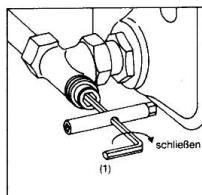

Bild 1
2. Ventilegel mit dem Sechskantschlüssel SW 6 (1) durch Rechtsdrehen schließen (Bild 1).
2. Ventilegel mit Sechskantschlüssel SW 6 (1) durch Rechtsdrehen schließen (Bild 1).